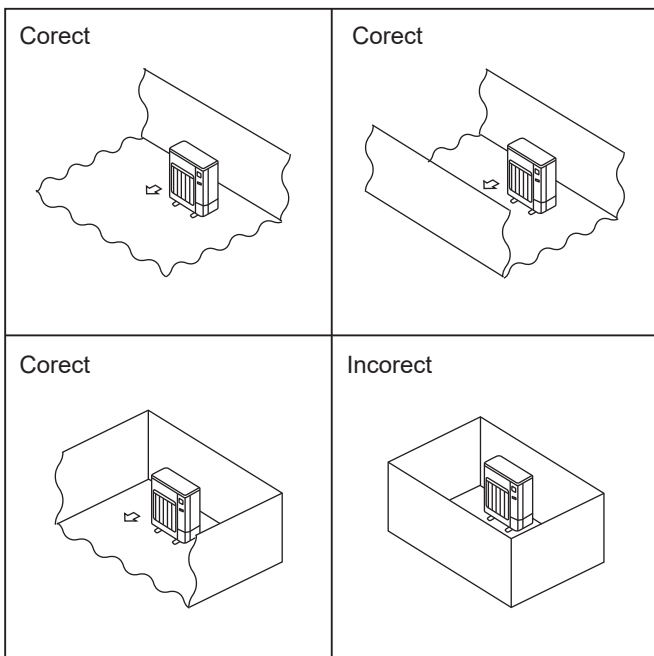

Fig. 2-1
- © Instalați unitățile exterioare într-o zonă unde cel puțin una dintre cele patru părți laterale este deschisă și într-un spațiu suficient de mare, fără denivelări. (Fig. 2-1)